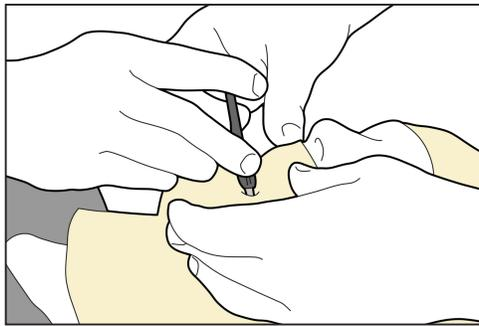

Fig. 12
3. Inserte la placa oclusal a través de la mascarilla y en el interior de la boca del paciente mientras se pueda seguir moldeando la mascarilla (Fig. 12).
4. Use la guía para insertar la placa oclusal a la profundidad adecuada (Fig. 12).